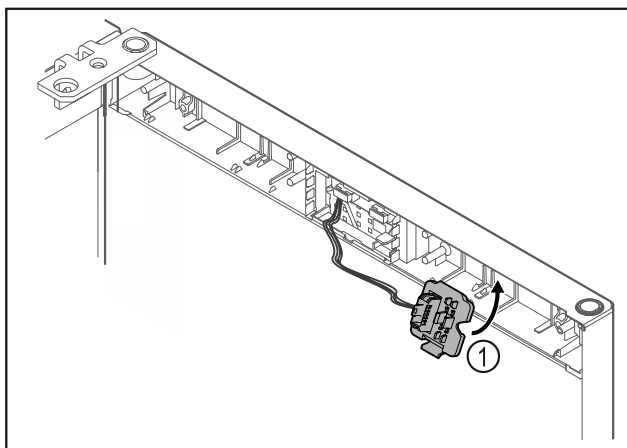

Fig. 21
- ▶ Fixați în poziție suportul fișei Fig. 21 (1) pe partea opusă.